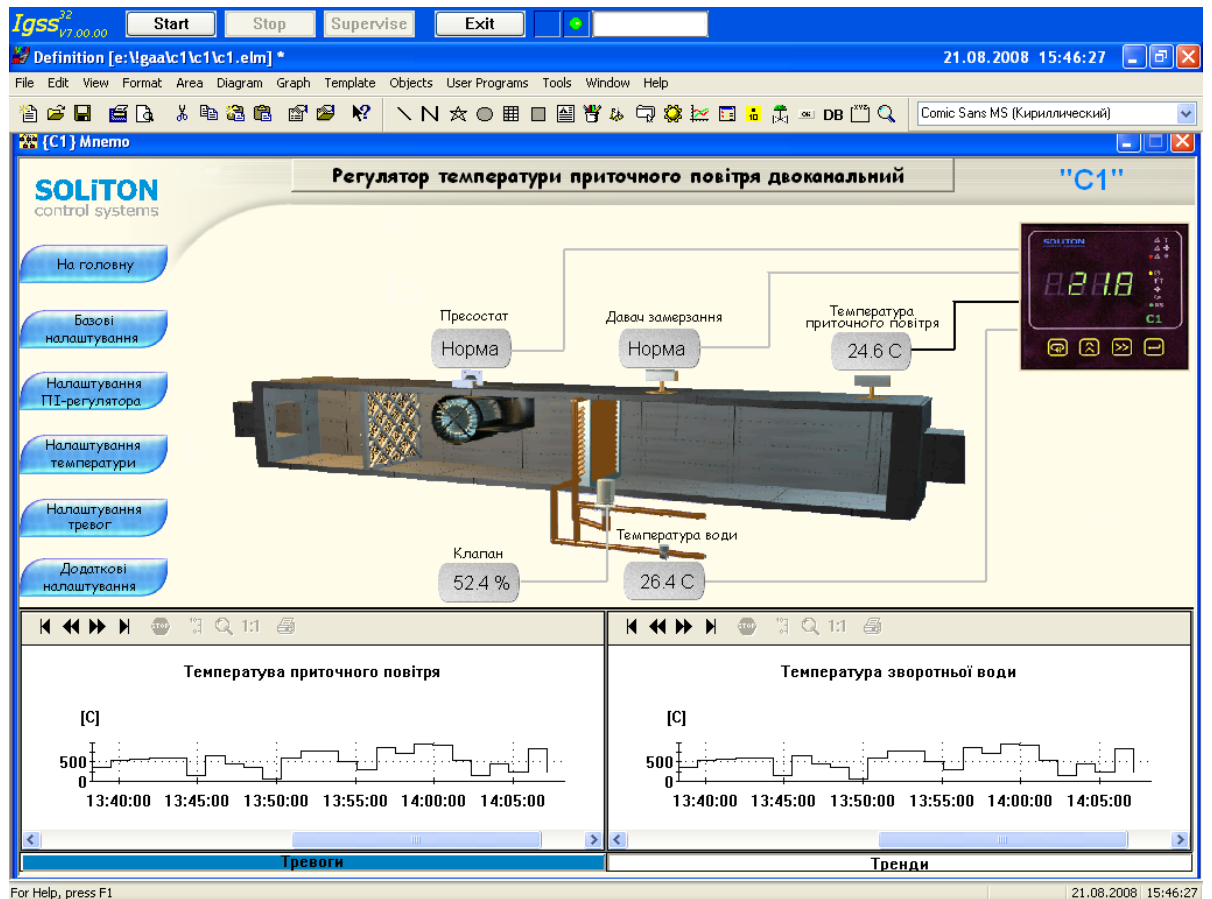

Рис. 12. — Мнемосхема объекта управления
6. Додаткові налаштуванняТогда мнемосхема будет иметь вид, показанный на рис. 12.